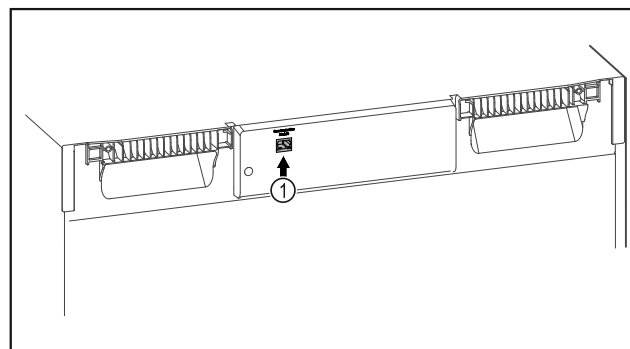

Fig. 115
- SmartModule Fig. 115 (1) è inserito.